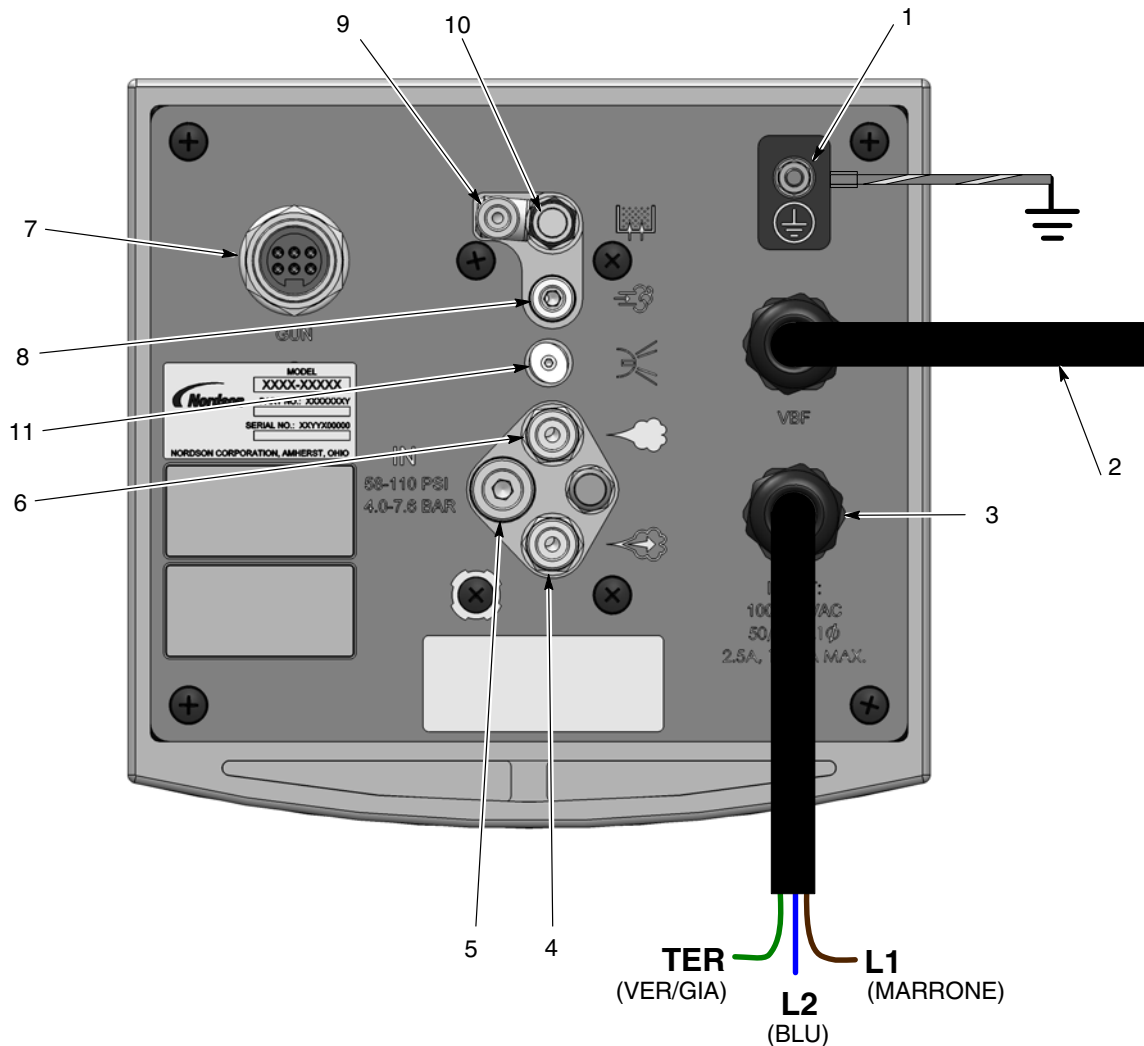
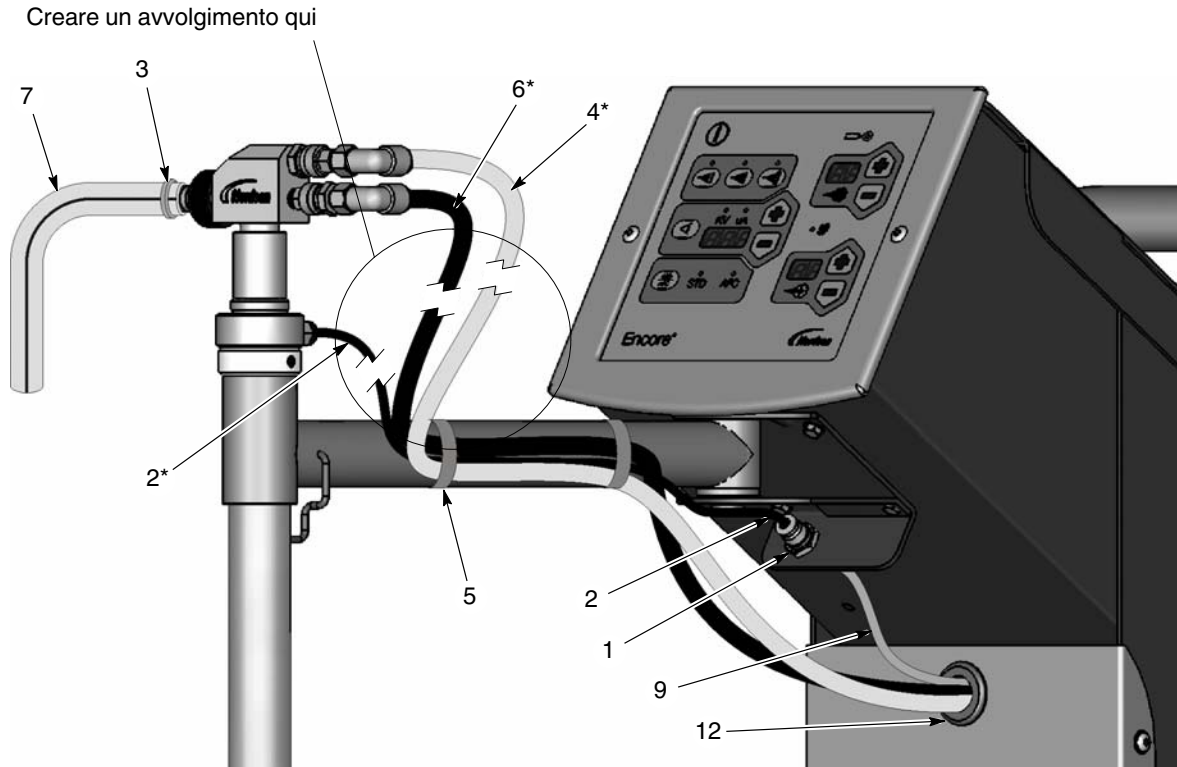
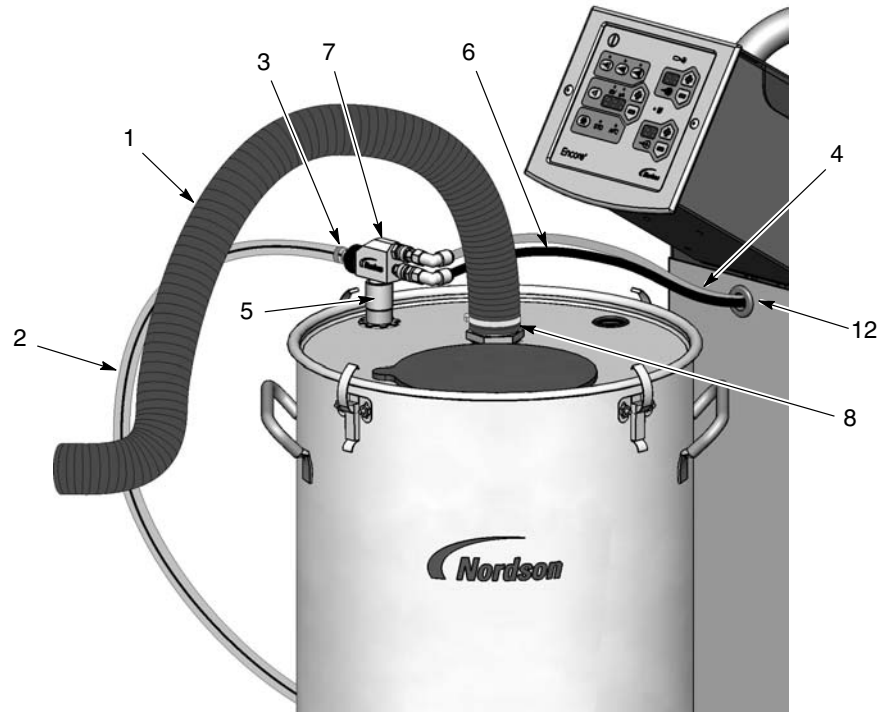

Figura 3-4 Collegamenti del controller della pistola Encore LT
Figura 3-8 Installazione del tubo di raccolta e della pompa della pistola Encore LT
Figura 3-9 Sistema mobile Encore LT con tramoggia - Installazione della tramoggia e della pompa
7. Vedi figura 3-4. Inserire le lunghezze più corte della tubatura nel controller.
- Tubo blu dell'aria atomizzante da 8 mm (4)
- Tubatura dell'aria di portata nera da 8 mm (6)
- Tubo blu dell'aria fluidizzante da 6 mm (9)
8. Vedi figura 3-8. Posare la tubatura (4, 6, 9) attraverso l'anello passacavo nel pannello anteriore della torre del carrello come illustrato.
- Tubatura blu dell'aria atomizzante da 8 mm (4) al raccordo superiore della pompa
- Tubatura nera dell'aria di portata da 8 mm (6) al raccordo inferiore della pompa
- Tubatura blu dell'aria fluidizzante da 6 mm (9) al bocchettone a saracinesca (1)
- Tubatura nera dell'aria fluidizzante da 6 mm (2) al bocchettone e tubo di raccolta.
- Tubo flessibile della polvere (7) alla pompa—fissare con il morsetto del tubo flessibile (3)
10. Fissare la tubatura al braccio con le linguette di Velcro Nordson blu (5).
3. Vedi figura 3-4. Inserire quanto segue nel controller:
4. Vedi figura 3-9. Posare la tubatura dell'aria atomizzante (4) e dell'aria di portata (6) attraverso l'anello passacavo (12) sul pannello anteriore della torre del carrello.
5. Posare il tubo dell'aria fluidizzante (9) attraverso la torre e farlo uscire sul davanti, in basso.
7. Installare la pompa (7) nell'elemento di montaggio della pompa (5) con un leggero movimento rotatorio. Collegare la tubatura dell'aria fluidizzante e nebulizzante alla pompa, come illustrato.
8. Collegare il riduttore da 10 mm x 6 mm (11) al raccordo a gomito da 10 mm sul recipiente di fluidizzazione della tramoggia. Collegare il tubo dell'aria fluidizzante (9) al riduttore.
9. Collegare il terminale ad anello sul cavo di terra verde/giallo (10) al perno di terra sul lato del recipiente di fluidizzazione, poi inserire il cavo di terra nella presa di terra posta sulla base del carrello.
10. Installare un morsetto per tubo (8) all'estremità del tubo flessibile di sfiato (1) e collegare il tubo flessibile al camino di sfiato posto sul coperchio. Serrare il morsetto per fissare il tubo.
11. Collegare il tubo flessibile della polvere (2) alla pompa e fissarlo con un morsetto per tubo flessibile (3).